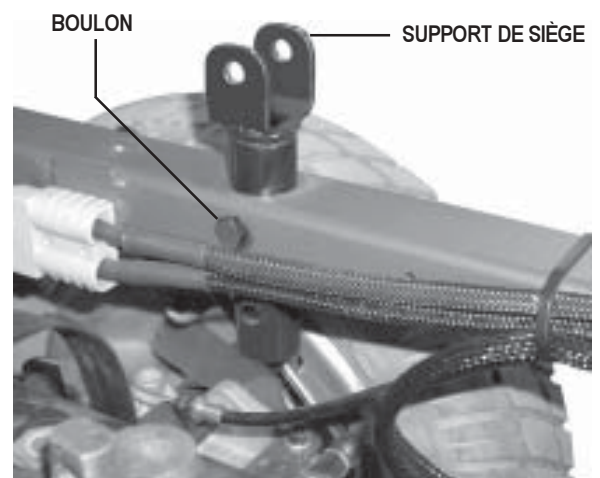

Figure 11. Support du siège (arrière illustré)
8. Retirez le boulon fixant chacun des quatre supports à la structure. Voir la figure 11.